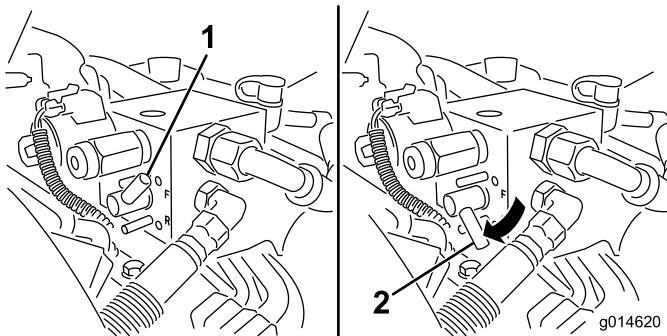

Bild 52
5. Drehen Sie den Läpphebel auf R (Bild 52).